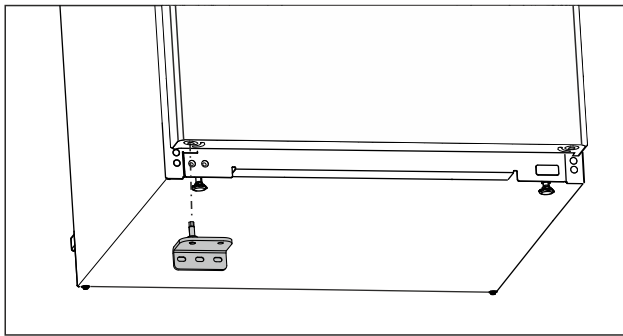

Fig. 23
- ▶ Włożyć dolną płytkę zawiasu po przeciwnej stronie. (patrz Fig. 23)